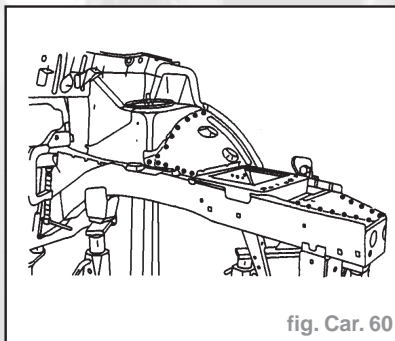

fig. Car. 60
- Souder par points électriques (fig. Car. 60).